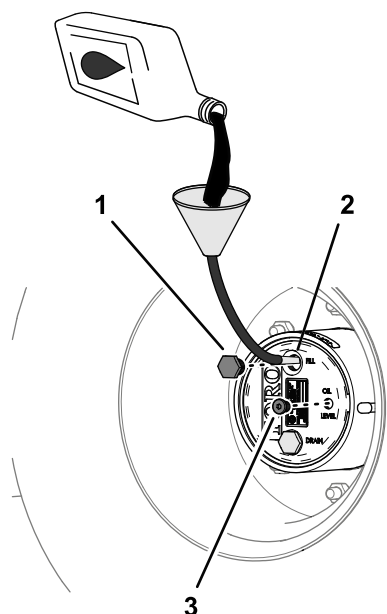

Рисунок 85
начнет выливаться из отверстия пробки контрольного отверстия (Рисунок 85).
6. Поставьте пробку заливного отверстия и пробку контрольного отверстия на свои места (Рисунок 85).
1. Через заливное отверстие медленно залейте масло для редуктора указанной марки; см. Рисунок 85 в разделе Проверка смазки в планетарном редукторе привода (страница 75).
3. Установите на место пробку заливного отверстия и пробку отверстия уровня масла, см. Рисунок 85 в разделе Проверка смазки в планетарном редукторе привода (страница 75).